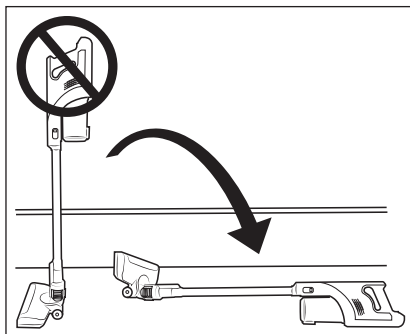

Fig. 9
- No deje la aspiradora en posición vertical cuando interrumpa el funcionamiento o quiera dejar de agarrarla, sino colóquela en el soporte mural **17** o póngala en el suelo en posición horizontal (consulte la fig. 9 y la 10). De lo contrario, podría caerse y dañarse debido a su alto centro de gravedad, así como potencialmente dañar otros objetos con su caída.